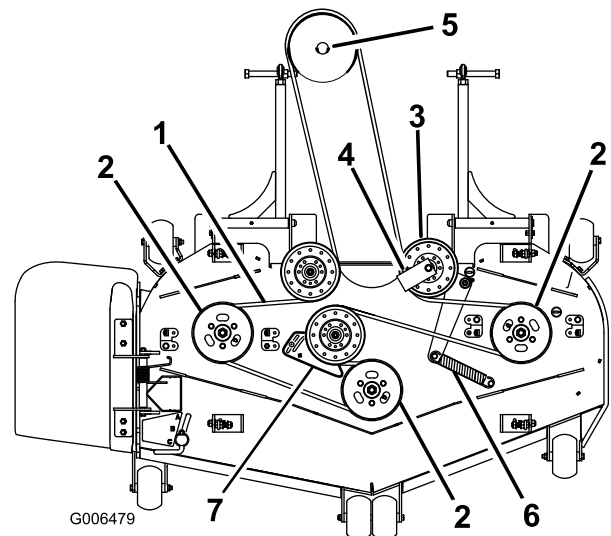
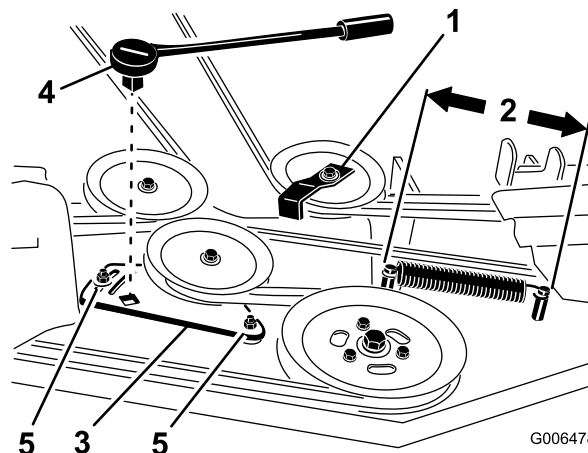

Figura 62
Figura 64
4. Para cortacéspedes de 72 pulgadas, afloje los pernos que sujetan la chapa de la polea tensora (Figura 64).
6. Retire la guía de la correa de la polea tensora tensada con muelle según se muestra en Figura 62 y Figura 64.
8. Pase la correa nueva alrededor de las poleas del cortacésped y de la polea de la caja de engranajes, debajo del motor (Figura 62).
9. Instale la guía de la correa en la polea tensora tensada con muelle con un ángulo de 45 grados, como muestra Figura 62 y Figura 64. Apriete el perno a 37–45 Nm (27–33 pies-libra).
10. Instale el muelle tensor en los dos postes (Figura 62 y Figura 64).
4. Mida la longitud del muelle (Figura 64). Si la longitud del muelle es de una distancia de 25,4 a 26,0 cm (10 a 10-1/4 pulgadas) entre los postes, no se necesita ningún ajuste.
5. Afloje los pernos que sujetan la chapa de la polea tensora (Figura 64).
6. Introduzca una llave de carraca en el taladro cuadrado de la chapa de la polea tensora del cortacésped para ajustar la tensión (Figura 64).
7. Gire la llave de carraca para desplazar la chapa de la polea tensora hasta obtener una distancia de 25,4 a 26,0 cm (10 a 10-1/4 pulgadas) entre los postes, según se muestra en Figura 64.
8. Manteniendo la tensión de la correa y la longitud del muelle, apriete los pernos que fijan la chapa de la polea tensora (Figura 64).